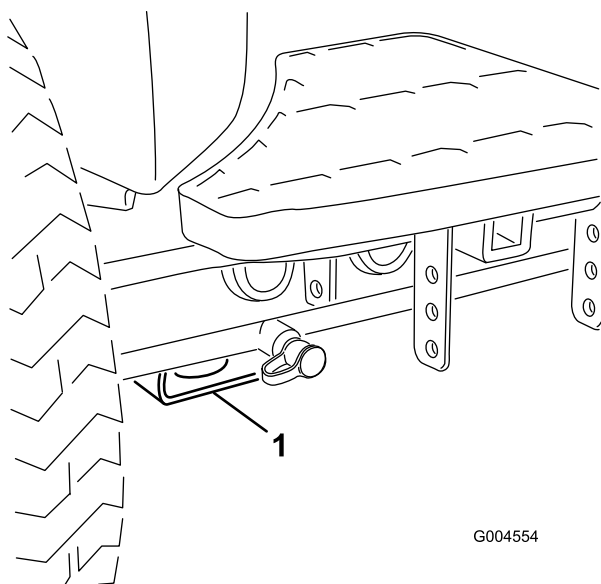

Figura 44
- Anteriore – supporto rettangolare, sotto il tubo dell'assale, all'interno delle ruote anteriori (Figura 44).